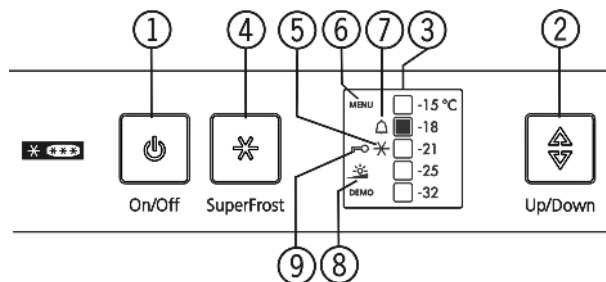

Fig. 3
- Simbol SuperFrost Fig. 3 (5) utripa skupaj s prikazovalnikom temperature.